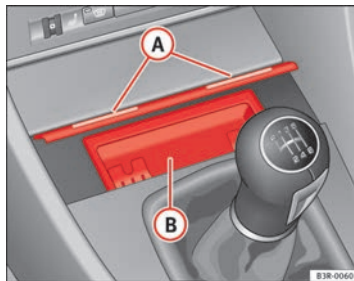

Abb. 120 Mittelkonsole:
- Tippen Sie den Aschenbecher an der Frontleiste (A) ⇒ Abb. 120 an.
- Fassen Sie den Aschereinsatz (B) ⇒ Abb. 120 an den seitlichen Griffmulden an und ziehen Sie ihn nach oben heraus.